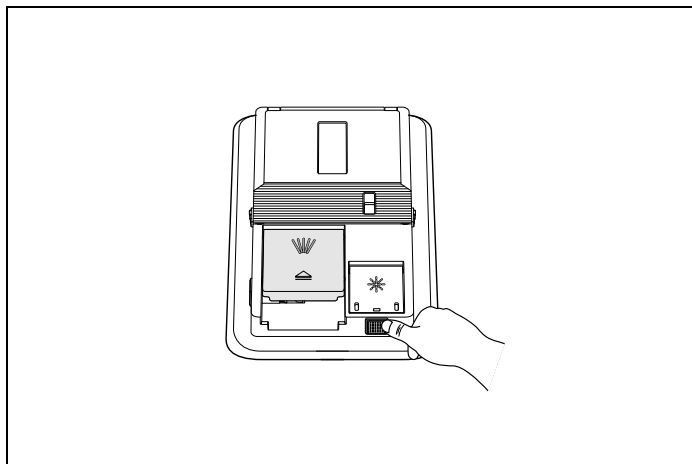

Fig. 71
- 1) För att fylla på spolglansfacket, tryck på knappen såsom visas i Fig. 71 .